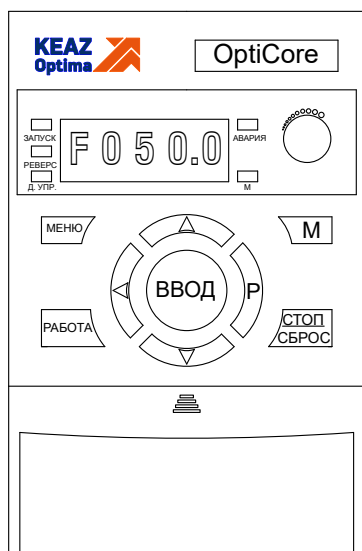

Рисунок 2.6 — Панель управления
2.3.1.1 Панель управления предназначена для подачи команд пуска, останова и сброса неисправности ПЧ, задания частоты, а также для отображения информации и хранения файлов конфигурации (см. рисунок 2.6).